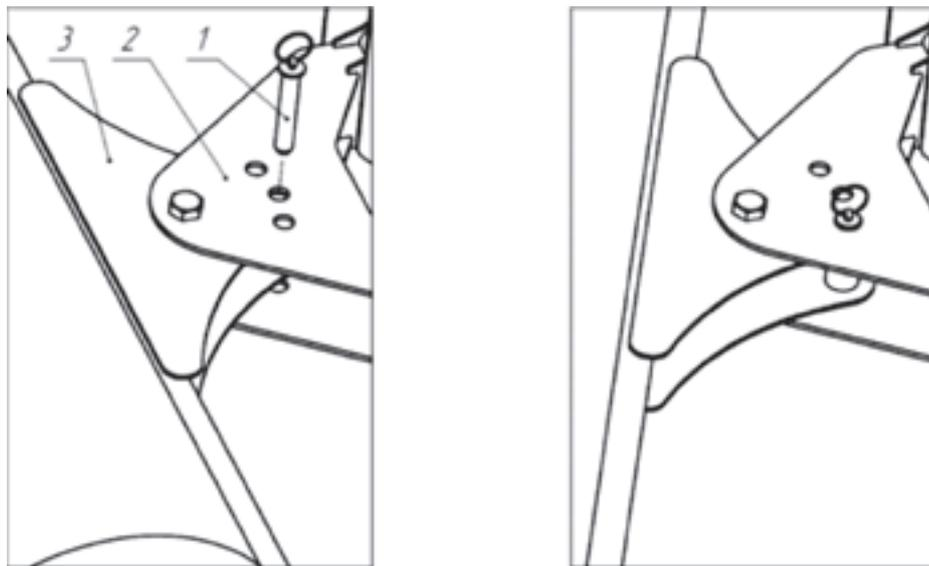

Рисунок 7 – Механическая регулировка угла поворота щетки
- Извлеките стопорный палец поз. 1 (Рис. 7) из технологического отверстия в корпусе подвесного кронштейна поз. 2